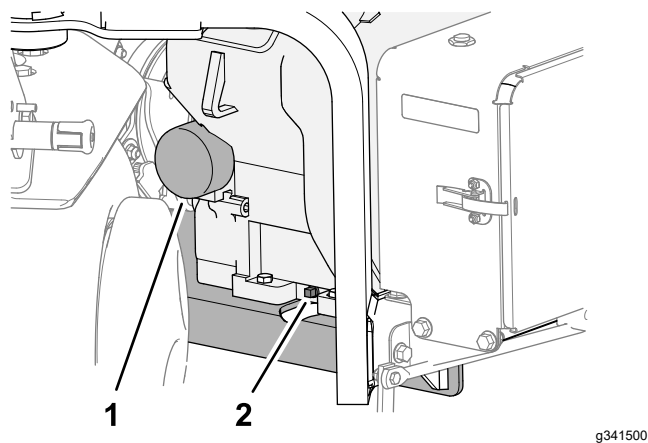

Figura 161
3. Coloque un recipiente debajo del tapón de vaciado del aceite y retire el tapón (Figura 161).
1. Coloque un recipiente poco profundo debajo del filtro y retire el filtro (Figura 161).
6. Enrosque el filtro de aceite en el adaptador del filtro hasta que la junta entre en contacto con el adaptador (Figura 161) y, a continuación, apriete el filtro media vuelta más.